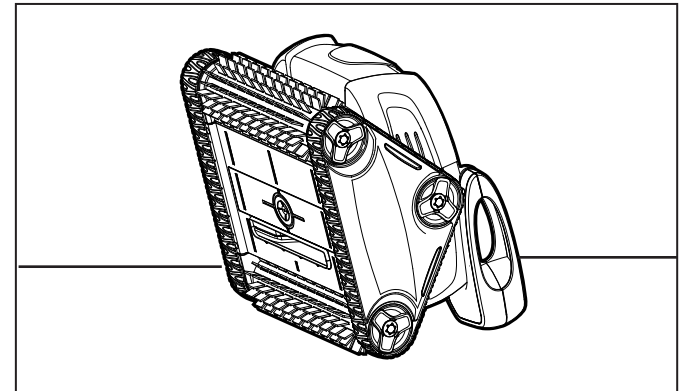

Figura 25. Pare el limpiador en posición vertical
1. Pare el limpiador sobre su extremo en posición vertical (vea la figura 25).